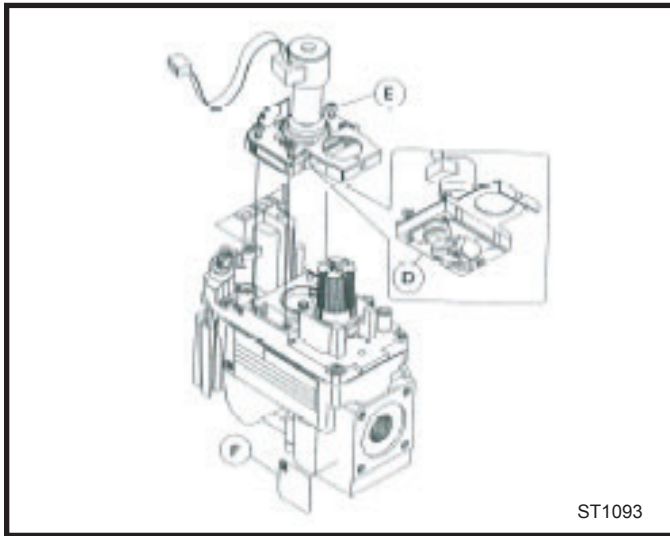

Fig. 75 Retirez les vis de montage du régulateur. Remplacez le moteur pas à pas.
1. À l'aide d'un tournevis Torx T20 ou d'un tournevis fendu, retirez et jetez les trois vis de montage du régulateur de pression. (Fig. 75)